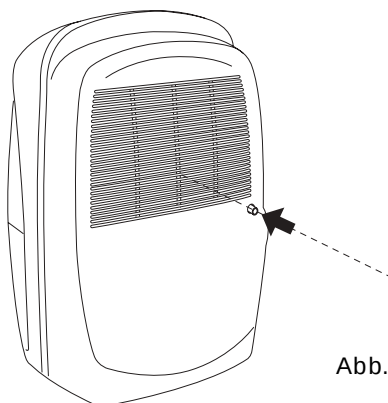

Abb. 2
- 1) Den Tank innen am Anschlussstutzen mit einem 6mm-Bohrer anbohren (Abb. 2).